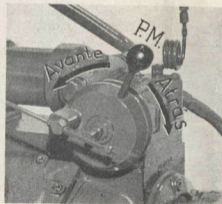

Fig. 10. Motores B24M y B26M
El mando acelerador (10) generalmente no se utiliza, ya que el mando de maniobra (fig. 10) acciona conjuntamente el distribuidor del inversor y la palanca acelerador de la bomba de inyección. No obstante, puede hacer el acoplamiento de forma que con la palanca (10) se pueda acelerar el motor, independientemente de la posición que tenga el mando de maniobra.
En la posición central (P.M., fig. 10) el inversor permanece desembragado y el motor en "poca-poca".
- 1.ª En los motores B24M y B26M coloque la palanca del mando de maniobra (fig. 10) en punto muerto.